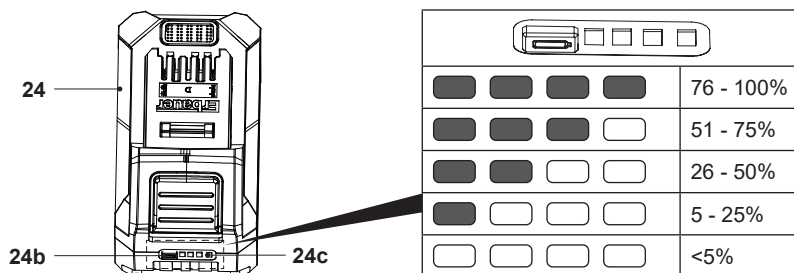

Fig. 9
La batterie (24) est équipée d'indicateurs de capacité de la batterie (24c) qui affichent sa capacité restante. Appuyer sur le bouton de capacité de la batterie (24b) pour en vérifier la capacité (Fig. 9). Les LED restent allumées pendant environ 3 secondes.